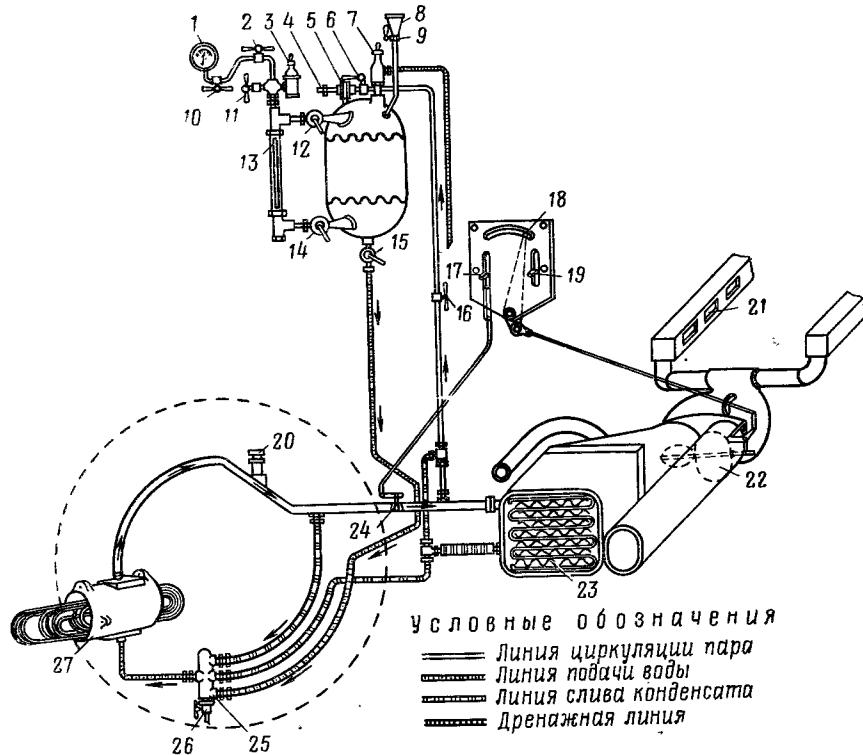

Рис. 74. Принципиальная схема отопления:
Кабины самолета обогреваются от паровоздушной системы отопления (рис. 74). Паровой котел установлен в выхлопной трубе коллектора правого мотора. Котел состоит из цилиндра, сверху и снизу которого (по образующим) приварены две коробочки (коллекторы), соединенные между собой 18 изогнутыми трубками. К верхнему коллектору приварен штуцер для присоединения трубопровода, отводящего пар, а к нижнему штуцеру присоединяется трубопровод подачи воды в котел. Весь котел изготовлен из нержавеющей стали.
- а) заливной кран 9 бачка (рис. 74), контрольный кран 16 и краны 12 и 14 водомерного стекла;